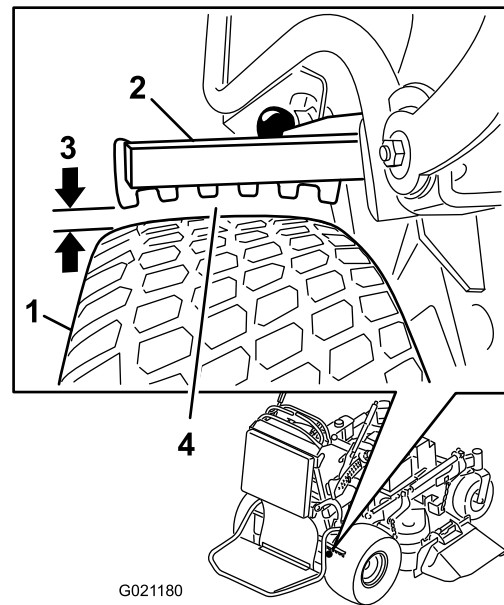

Figura 62
6. Utilizzando il lato con il gioco minore, verificate che la distanza sia compresa tra 3 e 6 mm come mostrato in Figura 62; fate riferimento a Regolazione dei freni \(pagina 47\) per eventuali regolazioni.
5. Regolate la forcella (Figura 62).